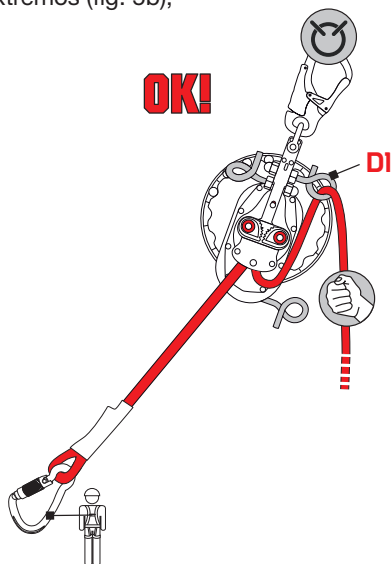
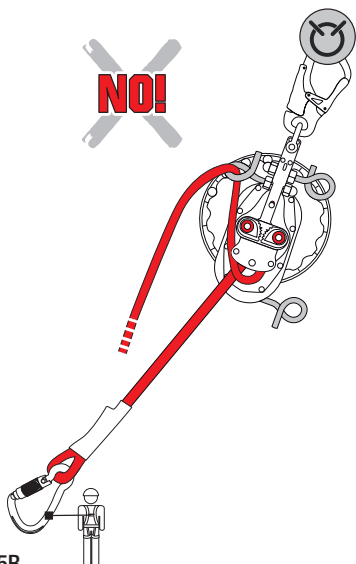

Fig.5A
Fig.5B
- introduzca la cuerda libre en el ojal en “espiral” (D1) y reténgala (fig. 5A) evitando cruzar los extremos (fig. 5b),